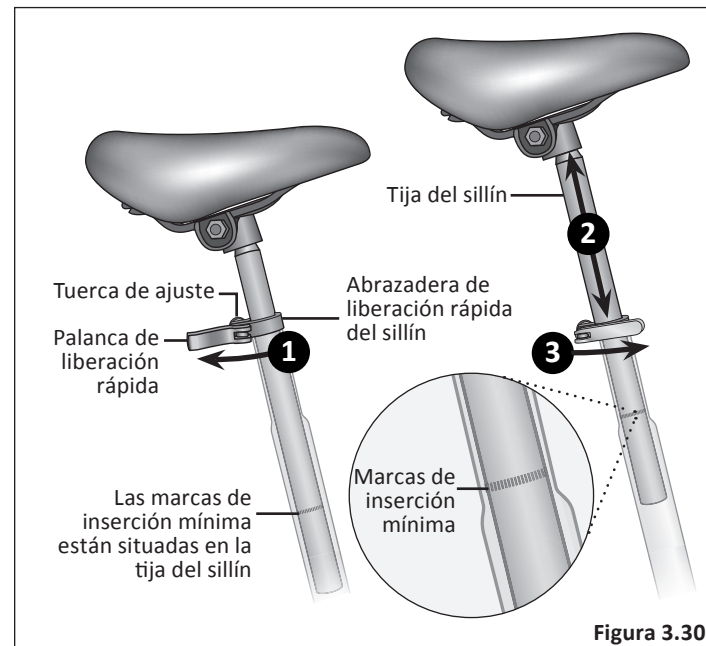

Figura 3.30
- 1 Accione la palanca de liberación rápida e inserte la tija del sillín en el tubo del sillín. **Figura 3.30**